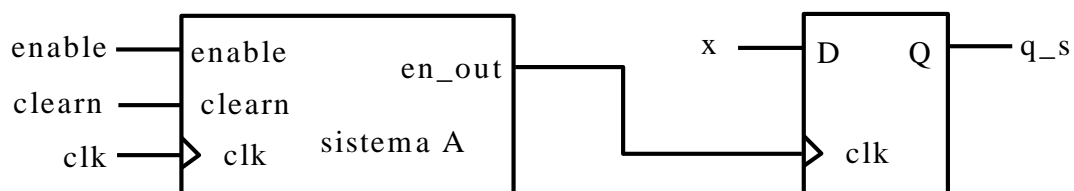

Figura 1.
2. Si el sistema anterior, al que anomenarem sistema A, s'utilitza per mostrejar un senyal extern, anomenat *x*, indicar de forma raonada i detallada si el sistema mostrat a la figura 1 pot dur a terme aquesta funció.
En cas que el sistema mostrat a la figura 1 no pugui dur a terme la funció indicada a l'apartat 2, modificar aquest sistema utilitzant els mateixos elements indicats a l'apartat 1 per tal de construir un nou sistema que sí pugui realitzar la funció que es tracta d'assolir.